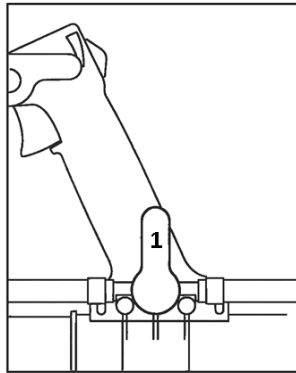

Figura 10
A torneira de líquido químico (1) presente na alavanca de controle pode ser aberta e fechada para soltar a solução (Figura 10).